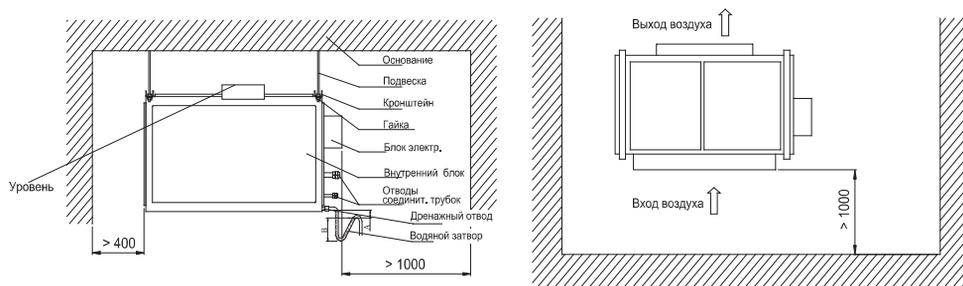

Рис. 9.4
**9.3.1 Внутренний блок должен быть установлен горизонтально с использованием строительного уровня, рис. 9.4.**